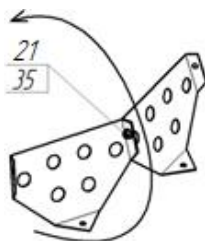

Рис. 16
3.11. Преодолевав усилие пружины (17), оттянутьфиксатор (4)вниз и повернуть емкость на удобный угол. Прикрепить лопасти (6) к емкости нижней (8) и емкости верхней (19), с помощью болтов (22), шайб (13) и гаек (35), при этом, шайбы установить с наружной стороны ёмкостей.
Возможна комплектация бетоносмесителя сборными лопастями (рис. 16). В этом случае необходимо две полу-лопасти скрепить между собой болтом (21) и гайкой (29). После установить в бетоносмеситель по направлению вращения ёмкости (указано на рис. 16 стрелкой)с помощью болтов (22), шайб (13) и гаек (35).